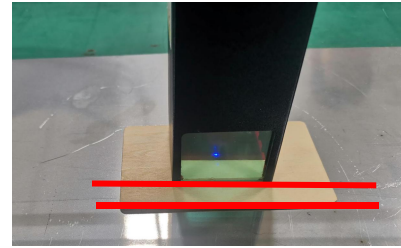

Figura 2 Lo scudo è parallelo al bordo dell'oggetto inciso
- c. Lo scudo deve essere parallelo al bordo dell'oggetto inciso (Figura 2).